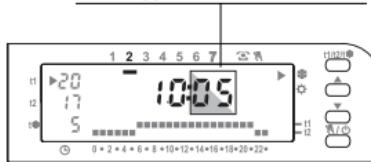

Fig. 21
- Change the hour (if necessary) by pressing the **⌚/Day** button. Press **OK** to confirm, even if no change is made: hour digits fixed, minute digits blinking (fig. 21).
- Modifier l'heure (si besoin est) en appuyant sur la touche **⌚/Day**. Dans tous les cas, confirmer en appuyant sur la touche **OK**: les chiffres de l'heure sont fixes et ceux des minutes clignotent (fig. 21).
- Verstellen Sie die Stunde (sofern erforderlich), indem Sie die Taste **⌚/Day** drücken. Bestätigen Sie auf jeden Fall durch die Betätigung der Taste **OK**: die Zahlen der Stunde leuchten durchgehend, jene der Minuten blinken (Abb. 21).
- Modificare l'ora (se occorre) premendo il tasto **⊕/Day**. In ogni caso confermare premendo il tasto **OK**: digit dell'ora fissi, lampeggeranno i digit dei minuti (fig. 21).
- Para modificar la hora (si se requiere) hay que presionar la tecla **⊕/Day**. En todo caso confirmar presionando la tecla **OK**. Los dígitos de la hora quedan fijos y empiezan a parpadear los de los minutos (fig. 21).